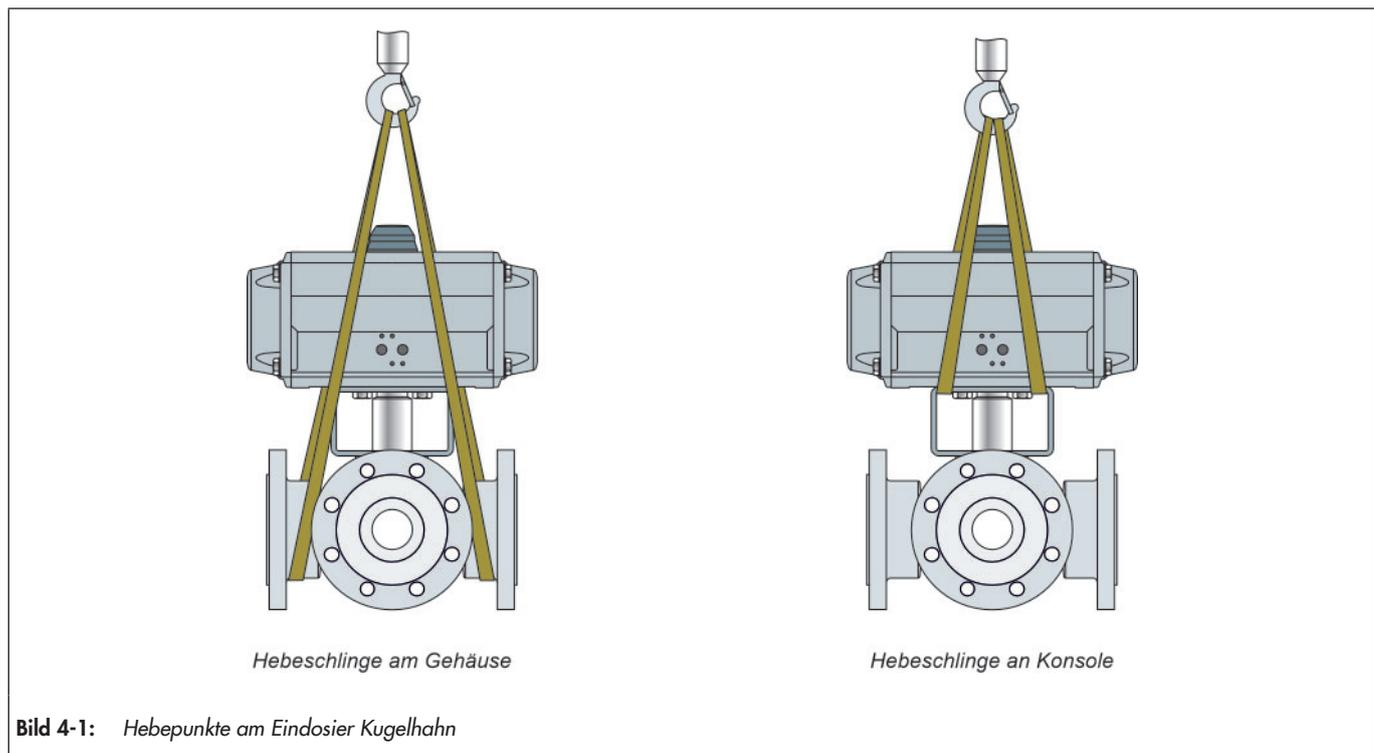

Bild 4-1: Hebepunkte am Eindosier Kugelhahn
- ⇒ Als Tragmittel einen Haken mit Sicherheitsverschluss verwenden, damit die Anschlagmittel beim Heben und Transportieren nicht vom Haken rutschen können, vgl. Bild 4-1.
- ⇒ Je eine Hebeschlinge an den Flanschen des Gehäuses und am Tragmittel (z. B. Haken) des Krans oder Gabelstaplers anschlagen, vgl. Bild 4-1. Dabei die Sicherheit, Tragfähigkeit und Länge der Hebeschlingen beachten
- ⇒ Je eine Hebeschlinge an der Konsole und am Tragmittel (z. B. Haken) des Krans oder Gabelstaplers anschlagen, vgl. Bild 4-1. Dabei die Sicherheit, Tragfähigkeit und Länge der Hebeschlingen beachten.